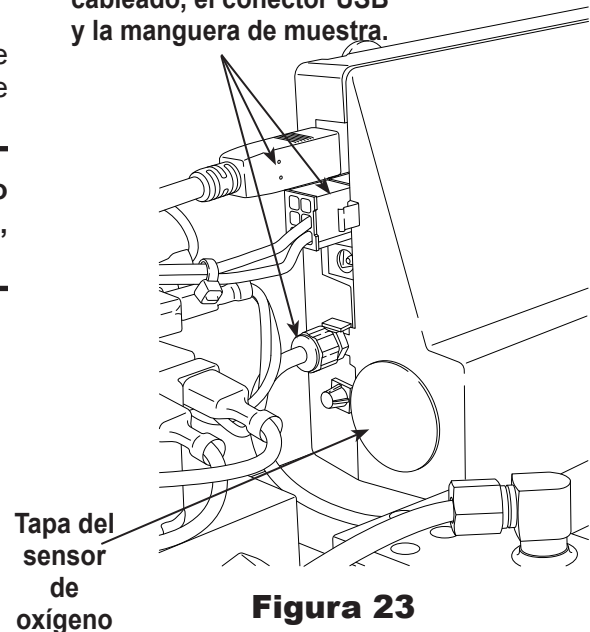

Figura 23
3. Desconecte el arnés de cableado, el conector USB y la manguera de muestra del identificador. Consulte Figura 23.